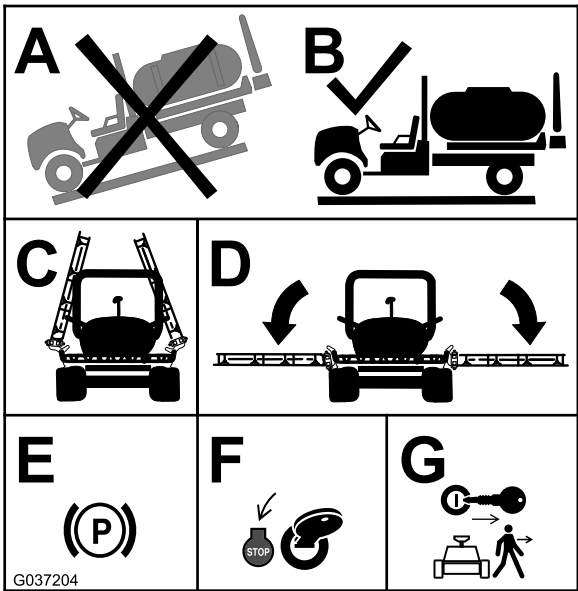

Figura 1
- 1. Desplace la máquina a una superficie nivelada (A y B en la Figura 1).
- 2. Baje las secciones de los brazos exteriores (C y D en la Figura 1).
- 3. Accione el freno de estacionamiento (E en la Figura 1).
- 4. Apague el motor (F en la Figura 1).
- 5. Retire la llave del interruptor de encendido antes de dejar la máquina (G en la Figura 1).